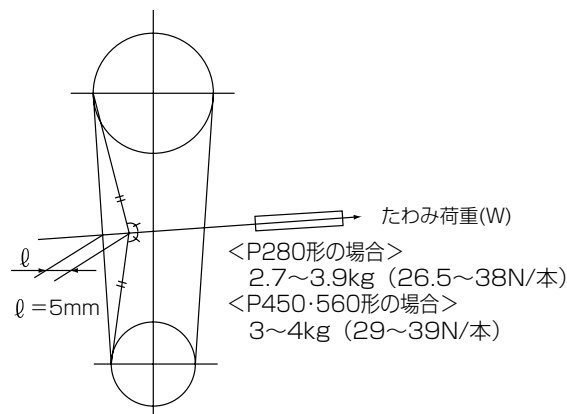

図 2
2. V ベルトの 1 本当たりの張力は適正たわみ量 ($\ell = 5\text{mm}$) の時のたわみ荷重 (W) が図 2 の値になるようにセットしてください。
3. ベルトがプーリーになじんだ後、(運転後 24 ~ 28 時間以後) 図 2 の適正張りに調整することをお奨めします。